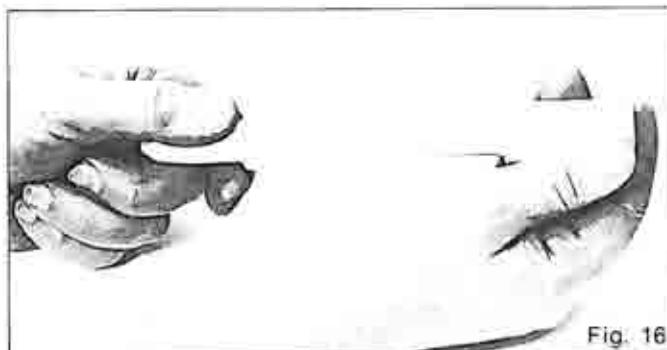

Fig. 16
- f2. Innestare uno sull'altro tanti riduttori quanti necessari alla riduzione di colpi desiderata (la parte piena nella parte cava) (Fig. 16).
*Insert one over the other the number of reducers required (the solid part into the hollow part) (Fig. 16).*
*Fixer l'un sur l'autre le nombre de réducteurs nécessaire pour obtenir la réduction de coups désirée (le plein dans le creux) Fig. 16.*